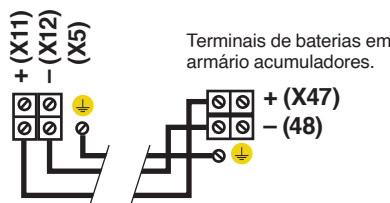

Fig. 22. Ligação do sistema ao armário de baterias.
- Ligue a tubagem de cabos normalmente fornecida entre os terminais (X11) - (X12) do sistema e (X47) - (X48) do armário ou bancada de baterias, respeitando a cor dos cabos (vermelho para (+), negro para (-) e verde-amarelo para o terra de ligação (⏚)), bem como a polaridade indicada na rotulagem do equipamento (ver Fig. 22).